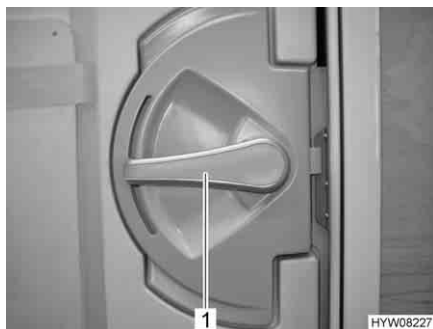

Fig. 27 Serratura della porta di ingresso, lato interno
- Apertura:* ■ Premere la maniglia della porta (Fig. 27,1) verso il basso.
- Bloccaggio:* ■ Ruotare la maniglia della porta (Fig. 27,1) per circa 45° verso l'alto e lasciarla in questa posizione.